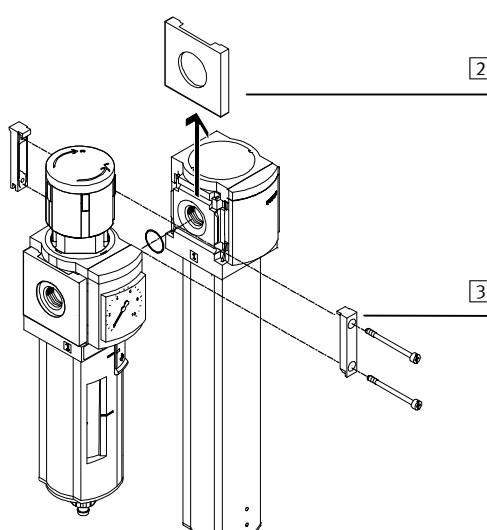

Bild 2/ Fig. 2
- Beim Zusammenbau mit einem bereits vorhandenen Wartungsgerät der gleichen Baureihe (siehe Bild 2):